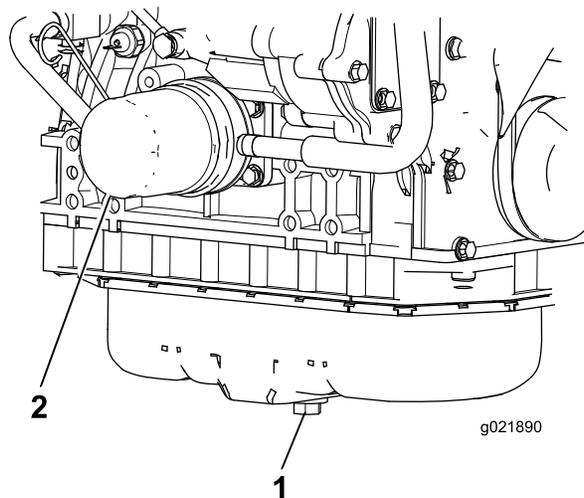

Figure 83
1. Enlevez le bouchon de vidange et laissez couler l'huile dans un bac de vidange (Figure 83).
3. Déposez le filtre à huile (Figure 83).